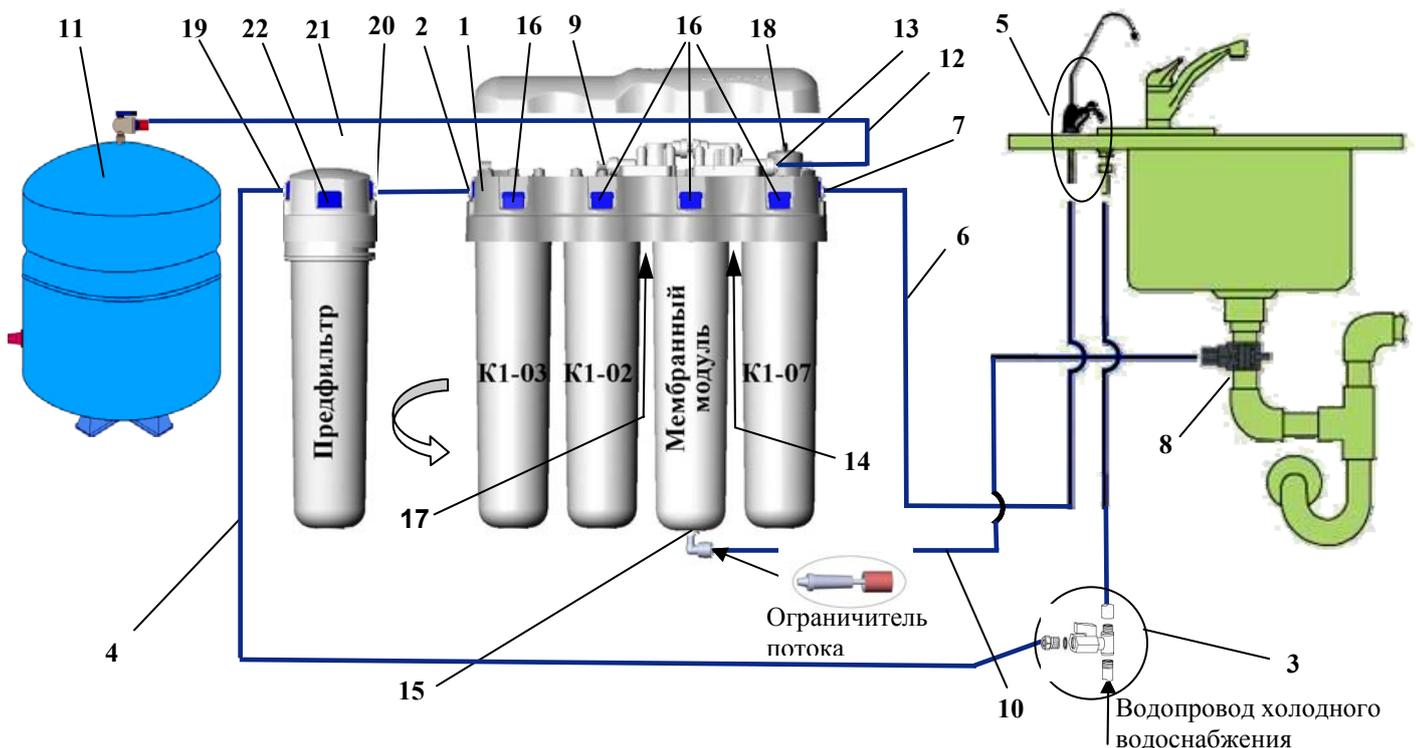
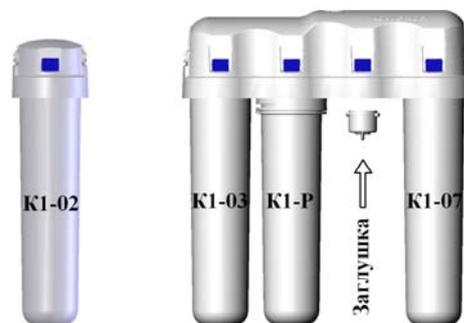

Рисунок 7
Рисунок 8
- Установите дренажную трубку (красного цвета) со встроенным ограничителем потока (рис. 5) и угольником в мембранный модуль. Угольник должен быть установлен в дренажный штуцер (15) (см. рис. 7) корпуса мембранного модуля.
Ограничитель потока должен находиться со стороны мембранного модуля (рис. 7).
Порядок установки модулей изображен на рис. 7.
### Установка водоочистителя (рис. 7)
### 6.2. Промывка фильтрующих модулей K1-03 и K1-02 (рис.8)
- Вместо мембранного модуля устанавливается заглушка (находится под крышкой водоочистителя – см. рис.7 позиция 18). Установите модули в последовательности, указанной на рис.8: коллектор водоочистителя "Кристалл Соло" с модулем K1-02; блок водоочистителя: модуль K1-03, корпус модуля K1-P с модулем предварительной очистки 5 мкм в сборе, заглушка, модуль K1-07.
- Установите модули на свои места (см. рис. 7)
- Нажав до упора и удерживая стопорную кнопку (16) (см. рис. 7) поверните использованный фильтрующий модуль против часовой стрелки и снимите его.
**Для замены фильтрующего модуля 5 мкм блока предфильтрации (21):**
- Нажав до упора и удерживая стопорную кнопку (22) на крышке предфильтра, поверните корпус K1-P против часовой стрелки.